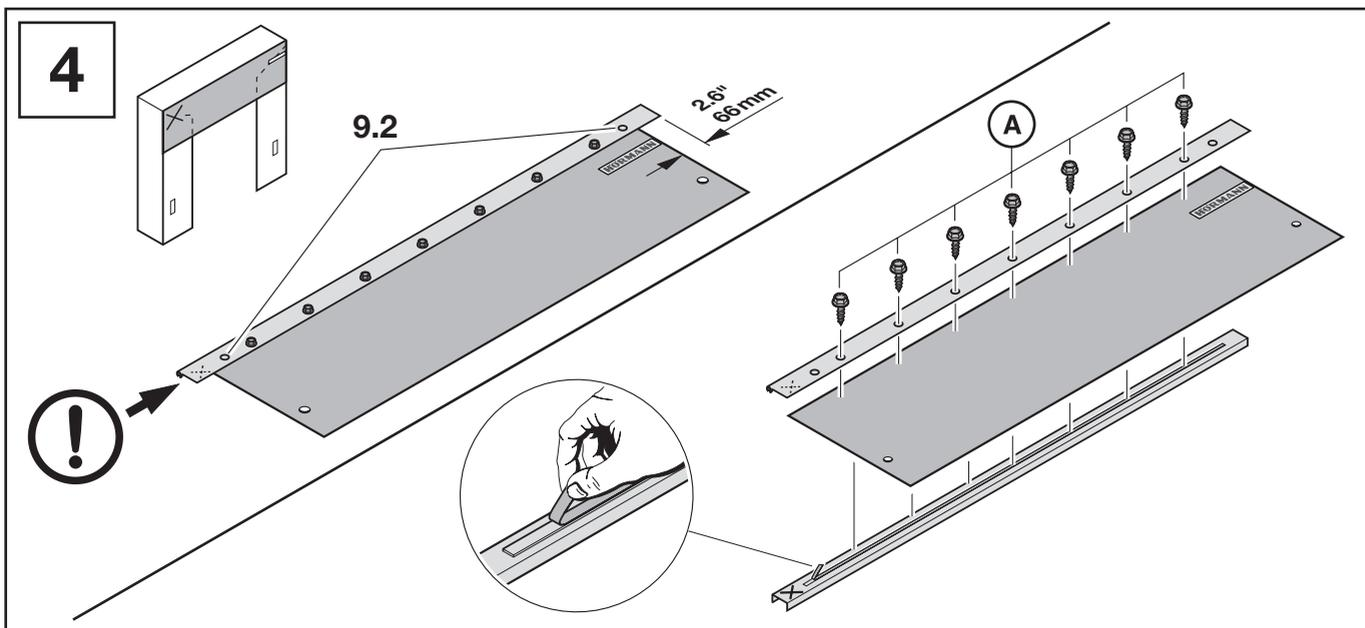

Figura 5
* El equipamiento puede variar, ver **figura 5**.